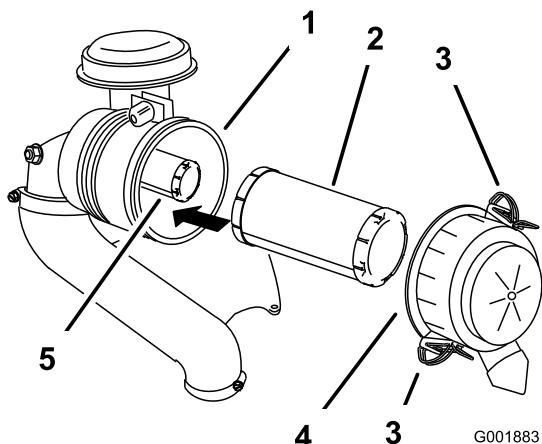

Figura 45
2. Abra los cierres del limpiador de aire y tire de la tapa del limpiador de aire para separarla de la carcasa del limpiador de aire (Figura 45).
4. Extraiga con cuidado el filtro primario de la carcasa del limpiador de aire (Figura 45).
2. Si va a cambiar el filtro de seguridad, deslícelo cuidadosamente en el cuerpo del filtro (Figura 45).
3. Deslice cuidadosamente el filtro primario por encima del filtro de seguridad (Figura 45).
5. Instale la tapa del limpiador de aire con el lado que lleva la palabra **up** hacia arriba, y fije los cierres (Figura 45).